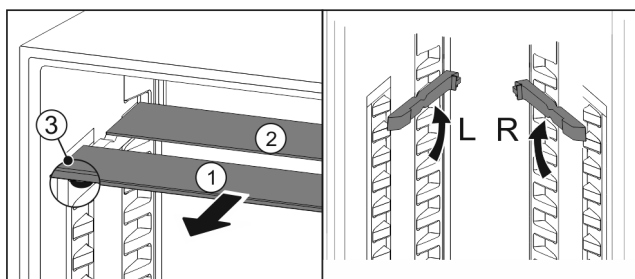

Fig. 86
- Skleněné desky jednotlivě vytáhněte dopředu Fig. 86 (1).
- Skleněná deska Fig. 86 (1) s ozdobnou lištou leží vpředu.
- Záložky Fig. 86 (3) směřují dolů.